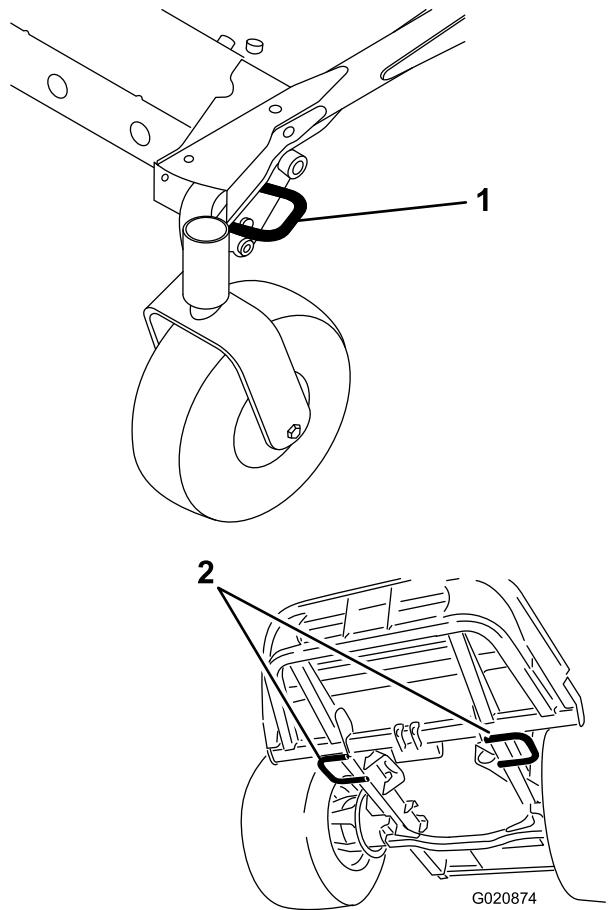

Figura 36
- Prenda bem a máquina ao atrelado ou carrinha com tiras, correntes, cabos ou cordas conforme exigido pelas regras de trânsito da sua área (Figura 36).